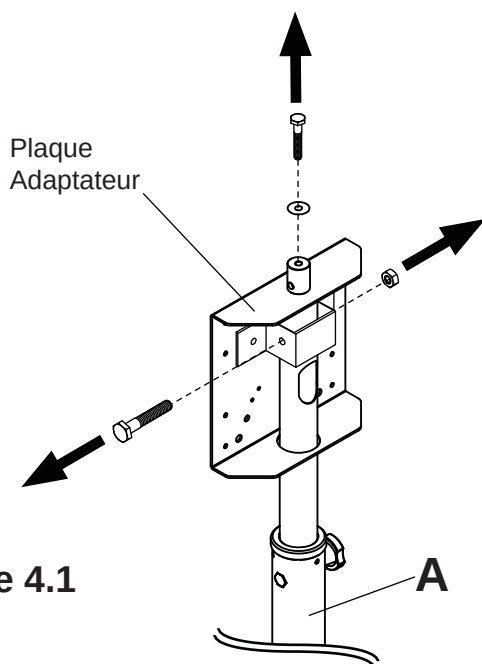
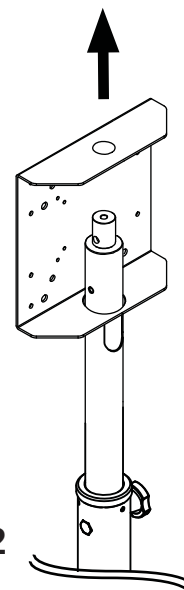

Figure 4.1
Figure 4.2
- 4** Retirer la vis et la rondelle du haut de la colonne réglable (A) en utilisant un 1/2 po clé à douille, comme le montre la figure 4.1. Écrou hexagonal et le boulon retirer de l'arrière de la plaque adaptatrice. Slide plaque adaptatrice de la colonne réglable (A) au large comme le montre figure 4.2.